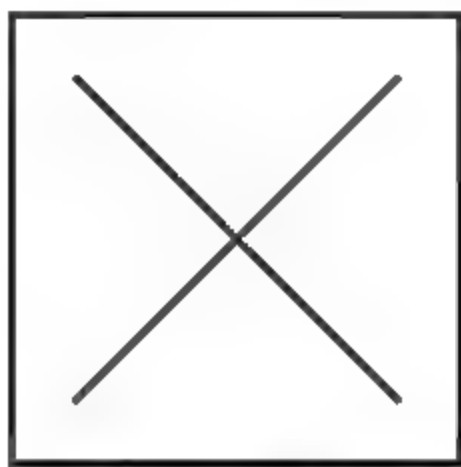

图4-135 删除矩形
**03** 调用E【删除】命令，删除内部矩形，如图4-135所示。